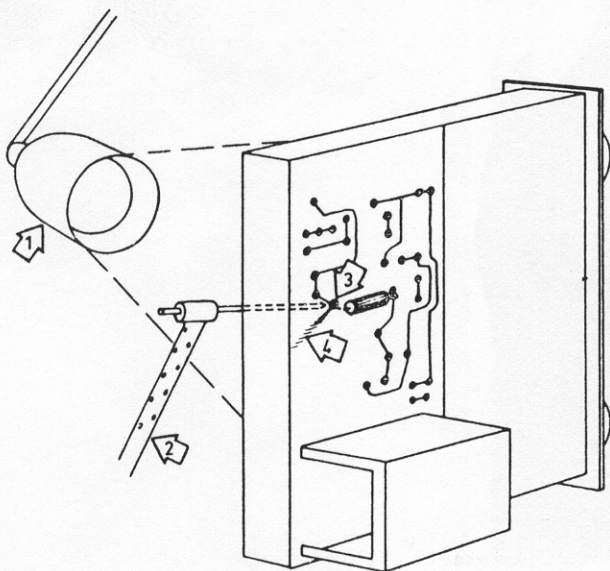

fig. 2
Er is echter een eenvoudige methode om de bedrading van de print aan de bovenzijde, dus waar zich de onderdelen bevinden, zichtbaar te maken, en wel door de print door te lichten. Hiertoe wordt het chassis op zijn kant geplaatst, zoals in fig. 2 is aangegeven, terwijl achter het chassis een instelbare lamp (1) van ongeveer 100 watt met reflector wordt opgesteld.
Voor het vervangen van eventueel defect geraakte kleine onderdelen, zoals weerstanden, condensatoren of correctiespoeltjes, wordt de volgende werkwijze toegepast. Knip eerst de aansluitdraden van het defecte onderdeel vlak boven het chassis af. Breng hierna de soldeerbout (2) achter het chassis, dus tussen de lamp en de ontvanger, zoals in fig. 2 is te zien. De schaduw van de stift (4) is goed te volgen, zodat de stift van de soldeerbout zonder moeite naar het punt kan worden gebracht waar het achtergebleven draadeindje (3) zich bevindt. Nadat het tin op het soldeerpunt voldoende vloeibaar is geworden, kan het draadeindje met behulp van het stalen pennetje uit de print worden gedrukt. Beweeg vervolgens het stalen pennetje enige malen snel heen en weer totdat het gaatje in de print geheel schoon is. Na ook het andere achtergebleven aansluitdraadje op dezelfde wijze te hebben verwijderd, kan het nieuwe onderdeel worden aangebracht.